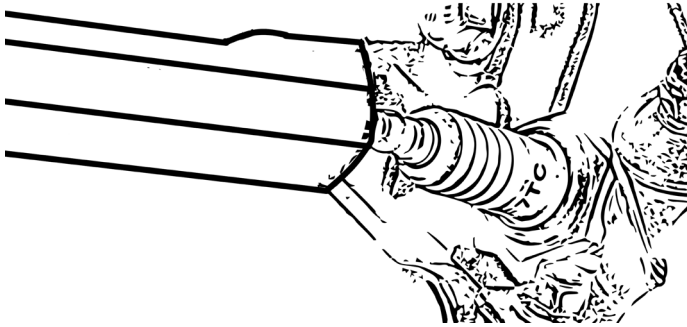

Bild 25
- Lossa tändstiftet med hjälp av tändstiftsnyckeln, Fig. 25.